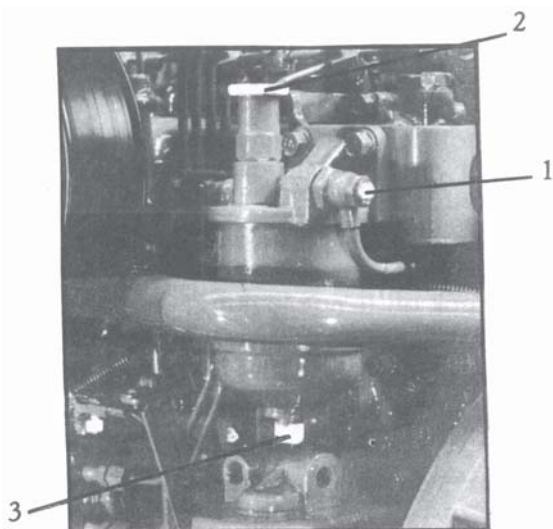

Рис. 15
- а) Ослабьте винт (1) на крышке корпуса топливного фильтра (рис. 15)
- в) Последовательно нажмите и отпустите крышку насоса (2) до тех пор, пока топливо, выходящее из-под ослабленного винта (1) не прекратит пузыриться. Затем затяните винт (1).
- г) Продолжайте качать насос (2) (рис. 15) 6–7 раз.
- Подставьте под фильтр небольшую емкость для сбора воды и ослабьте винт (3) (рис. 15), расположенный в нижней части фильтра, на несколько оборотов. Когда из фильтра начнет вытекать чистое топливо, снова затяните винт.